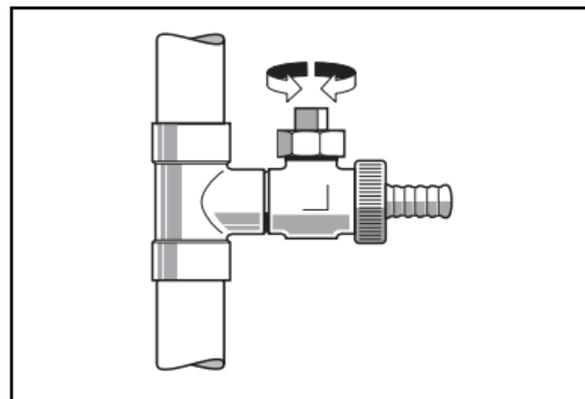

Fig. 5 Rubinetto di riempimento e di scarico
- Collegare l'altra estremità del tubo al rubinetto di riempimento dell'apparecchio (fig. 3 o fig. 5).